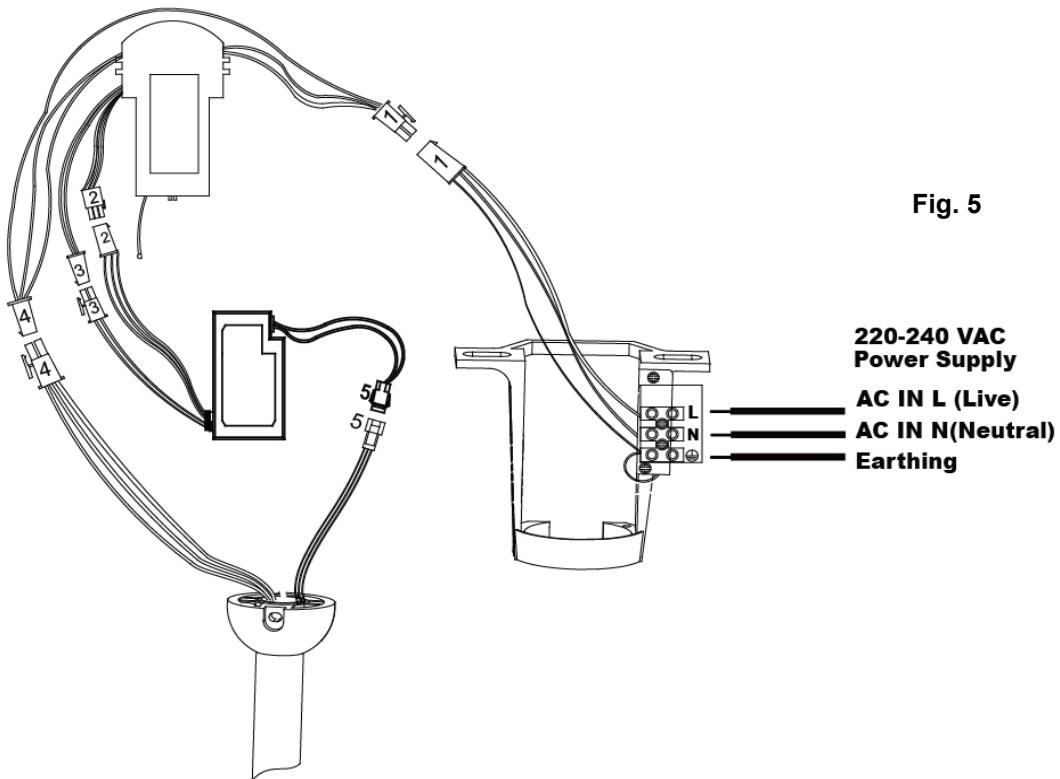

Fig. 5
2. Consulte el diagrama de cableado proporcionado para la Conexión/Instalación Eléctrica. **Fig.5 ADVERTENCIA:**
3. Despues de completar el cableado eléctrico en los terminales del soporte de montaje y de conectar los cables de entrada de alimentación del receptor remoto y del cableado fijo a través de los conectores rápidos de 4 puertos (1); conecte los cables de entrada de alimentación del controlador del LED y los cables de salida de alimentación al receptor remoto a través de los conectores rápidos de 2 puertos (3); conecte los cables de entrada de la señal PWM del controlador de LED y los cables de salida de la señal PWM al receptor remoto a través de los conectores rápidos de 3 puertos (2); conecte la salida al ventilador del receptor remoto y los cables de entrada del motor a través de los de conectores rápidos de 4 puertos (4); conecte también los cables de salida del controlador de las luces LED a través de los conectores rápidos de 3 puertos (5). **Fig.5**